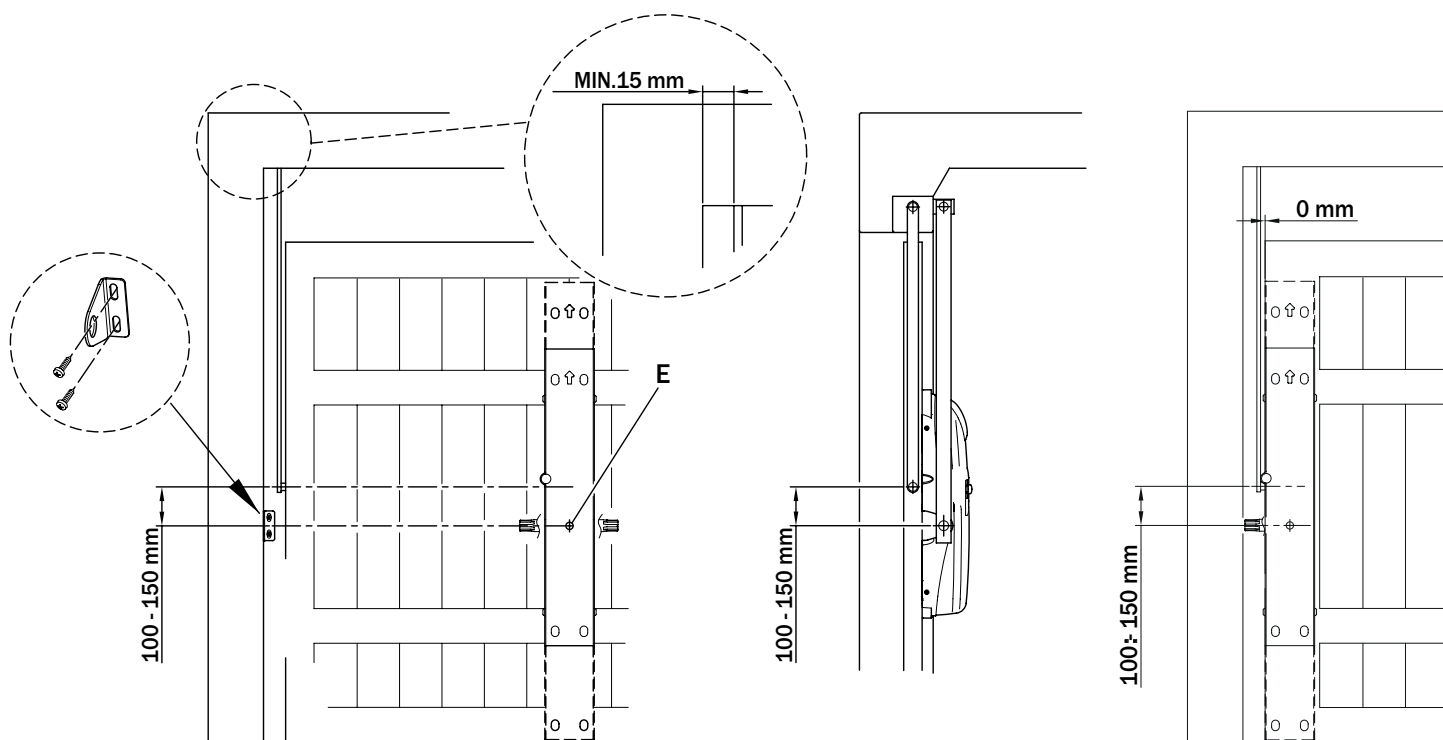

Fig. 1
Misurare lo spazio utile tra il braccio della porta e il carter della porta **Fig.1**.
Measure the useful space between the door arm and the door surround **Fig.1**.
Den Nutzraum zwischen Torarm und Torrahmen messen (**Abb. 1**).
Mesurer l'espace utile entre le bras et le carter de la porte **Fig.1**.
Mida el espacio útil entre el brazo y el cárter de la puerta (**Fig. 1**).
Meça o espaço útil entre o braço da porta e o cárter da porta (**Fig. 1**).
Nello stesso asse del foro (E) ai due estremi della porta in coincidenza dei montanti laterali fissare i due rinvii (Fig.1).
Fix the two side transmission supports on the posts at the two sides of the door on the same axis as the hole (E) (Fig.1).
Auf der gleichen Achse der Bohrung (E), an den beiden Enden des Tors, auf Höhe der seitlichen Steher, die beiden Vorgelege befestigen (Abb. 1).
Fixer les deux supports dans le même axe du trou (E) aux deux extrémités de la porte, au niveau des montants latéraux (Fig.1).
En el mismo eje que el agujero (E), en los dos extremos de la puerta, coincidiendo con los montantes laterales, fije las dos transmisiones (Fig. 1).
No mesmo eixo do orifício (E), nas duas extremidades da porta junto aos montantes laterais, fixe as duas transmissões (Fig. 1).